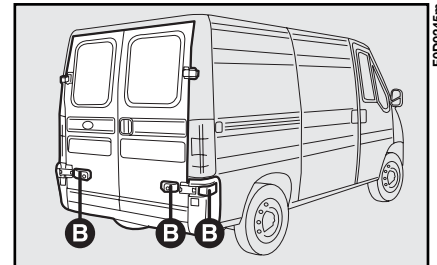

fig. 129
- aprire totalmente la porta facendola appoggiare sulla fiancata; i due tasselli magnetici **B-fig. 129** venendo a contatto mantengono la porta aperta.